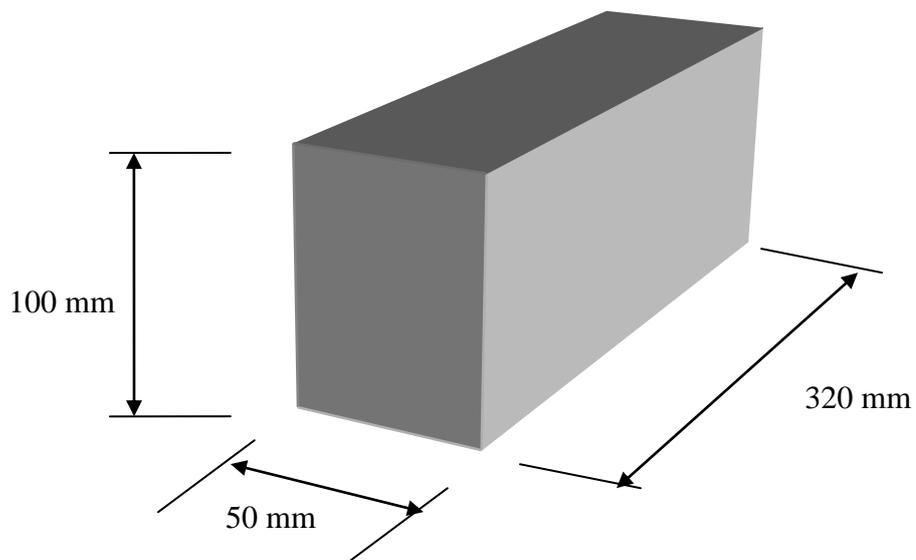

Fig. 2: Il pezzo deve poter essere contenuto dentro questo volume
4. Il pezzo deve essere contenuto interamente nel volume raffigurato in Fig. 2 (si tratta di un parallelepipedo 320mm x 50mm x 100mm).